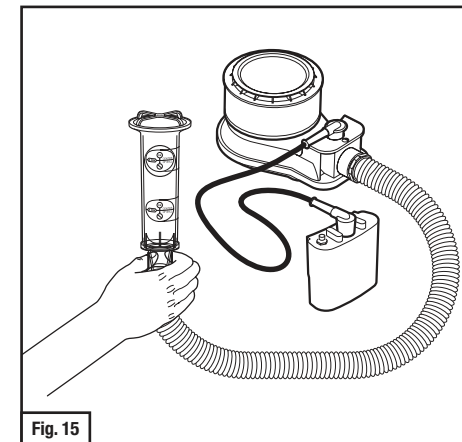

Fig. 15
- b. GVP-122, GVP-123 ou H-115: Insira na extremidade da traqueia (Fig. 15) e segure verticalmente.